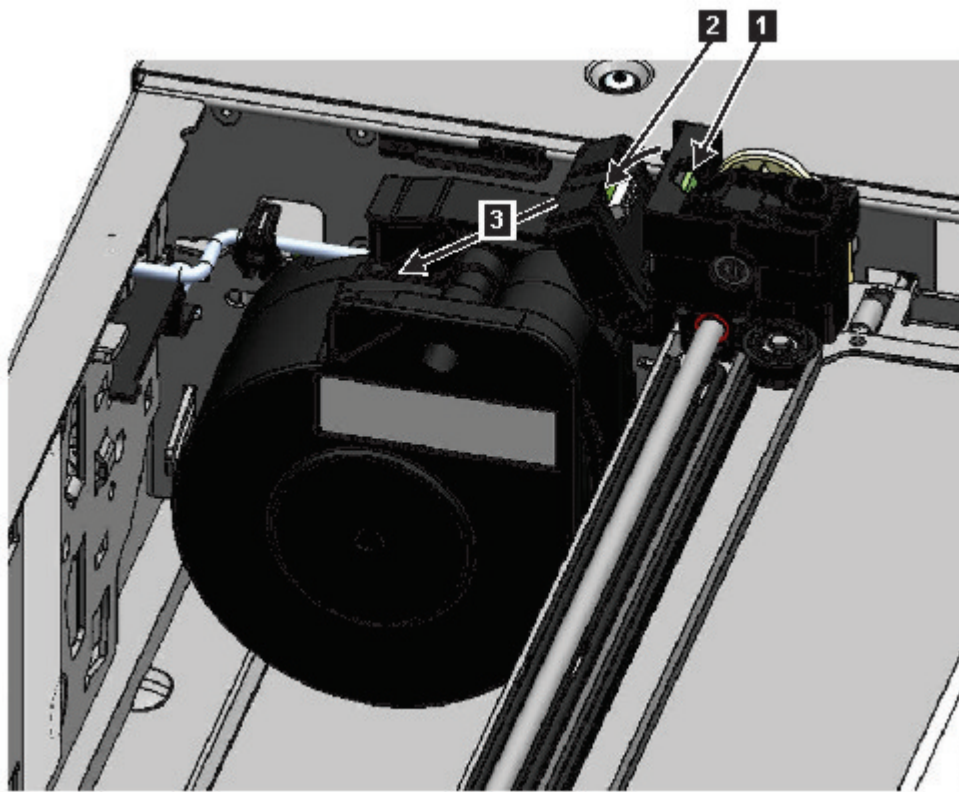

Figura 73. Desbloquee el cable de spooling y colóquelo en su soporte
7. En la parte superior del descriptor de acceso donde está conectado el cable de spooling, presione hacia abajo sobre el mecanismo de cierre (**1** en Figura 73 en la página 138) y, a continuación, incline la parte que contiene el cable de spooling (**2**).
8. Mueva el cable de spooling del descriptor de acceso y colóquelo en el soporte en la parte superior del mecanismo de spooling (**3** in Figura 73).